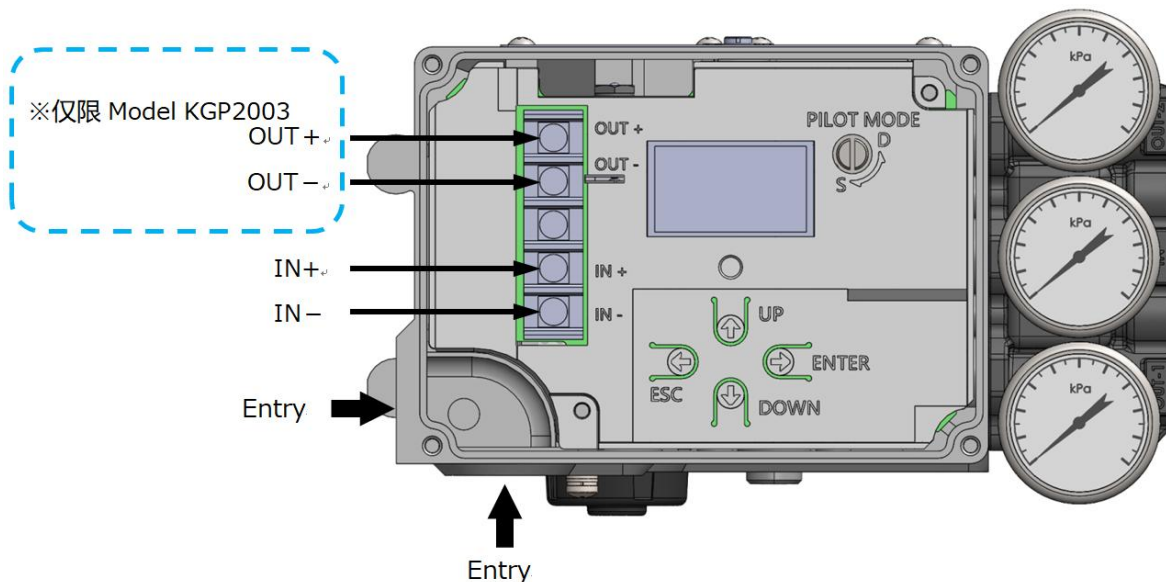

图 1.4a 接线口和接线端子
5. 如图 1.4a, b 所示，本机器内部和外部有连接端子部。请按照安装环境和适用的法令进行布线。